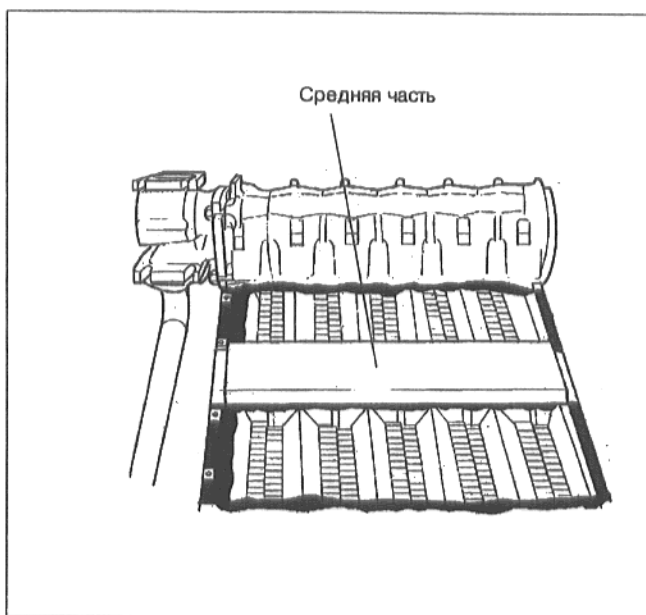

Рис. 15
- Положить среднюю часть заподлицо с передней кромкой (рис. 15).